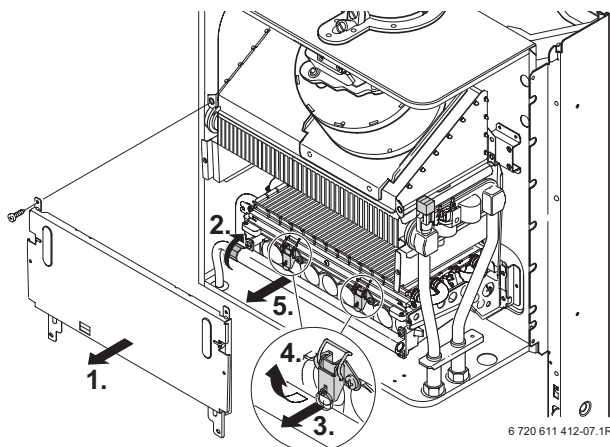

Fig. 59
- Rimuovere la copertura frontale della camera di combustione (Fig. 59).